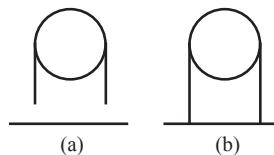

图 1-43 延伸命令
(2)延伸(extend)。延伸命令是指将选定的对象延伸至指定的边界上，使其与边界相交。如图 1-43 所示，水平线是延伸边界，两竖直线是要延伸的对象。作为延伸边界的对象有直线、射线、圆弧、椭圆弧、圆、椭圆、多段线、构造线等。